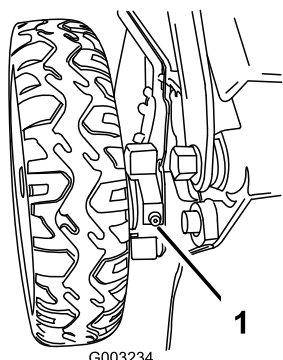

Рисунок 40
1. Протрите масленки внутри задних зубчатых колес чистой материей (Рисунок 40).